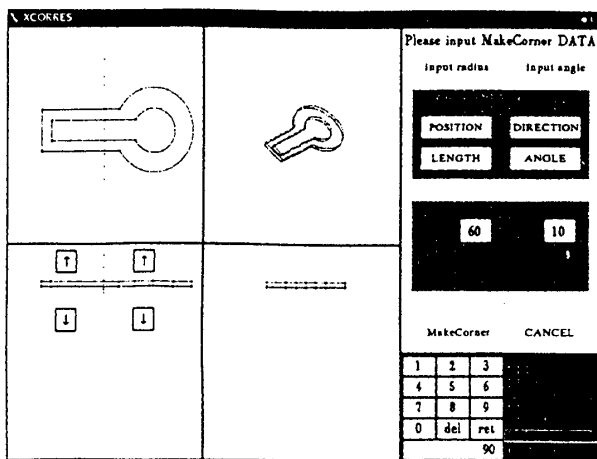
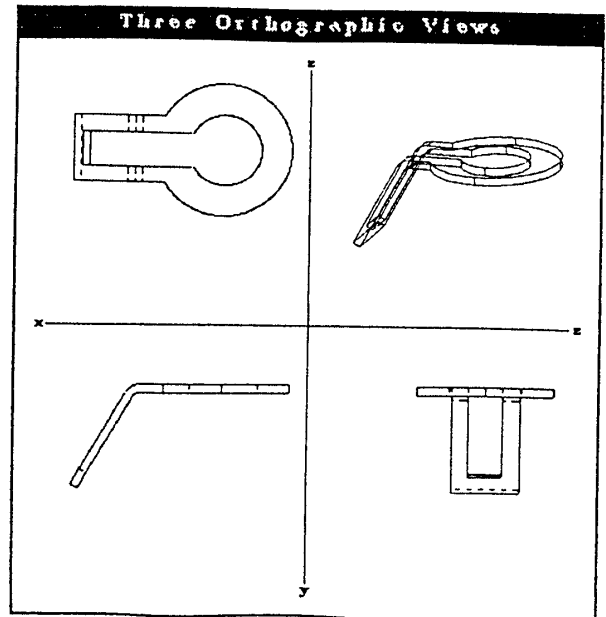

図4 入力画面（加工前の三面図）
図5 曲げ加工の実行例（右上は復元された立体）
- 2) 曲げる方向は図4中の左下に示した4つの矢印の内1つをマウスで選択することにより指定する
実際の板金部品の図面を本システムを用いて入力し、曲げ加工処理を施した。図4は入力画面で、加工前の三面図を表示している。図5は加工後の三面図と復元された立体を表示している。